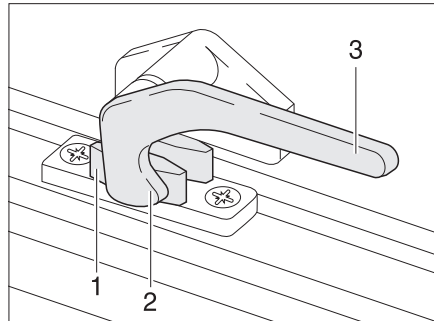
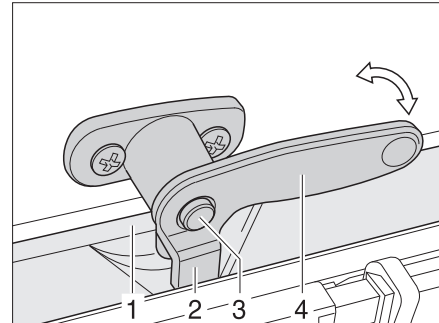

Fig. 63 Palanca de bloqueo en la posición de "cerrado"
Fig. 64 Palanca de bloqueo con botón de seguridad en posición "cerrado"
- Caso disponible, presionar y mantener presionado el botón de seguridad (Fig. 64,3).
- Girar la palanca de bloqueo (Fig. 63,3 ó Fig. 64,4) un cuarto de vuelta hacia la mitad de la ventana.
- Girar la palanca de bloqueo (Fig. 63,3 ó Fig. 64,4) un cuarto de vuelta hacia el marco de la ventana. El saliente de bloqueo (Fig. 63,2 ó Fig. 64,2) se encuentra en la cara interior del bloqueo de la ventana (Fig. 63,1 ó Fig. 64,1).
- En la posición "Cerrada fijamente" (Fig. 63)